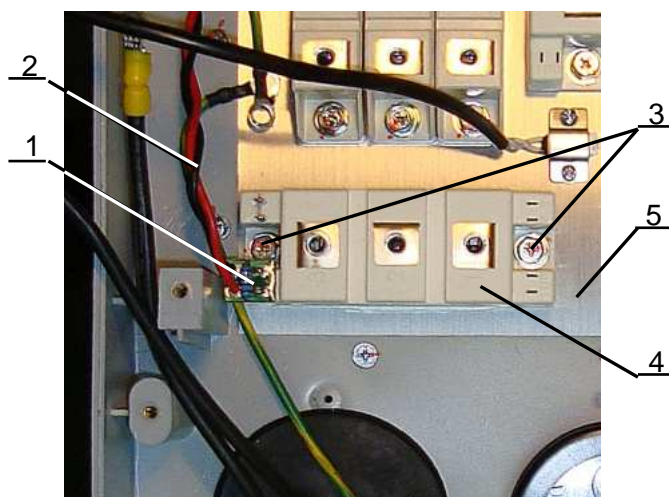

Рис. 6.19
6.12.2. Выпаять плату 1 с жгутом управления 2 модуля торможения (рис. 6.19). Положить жгут с платой в тару.